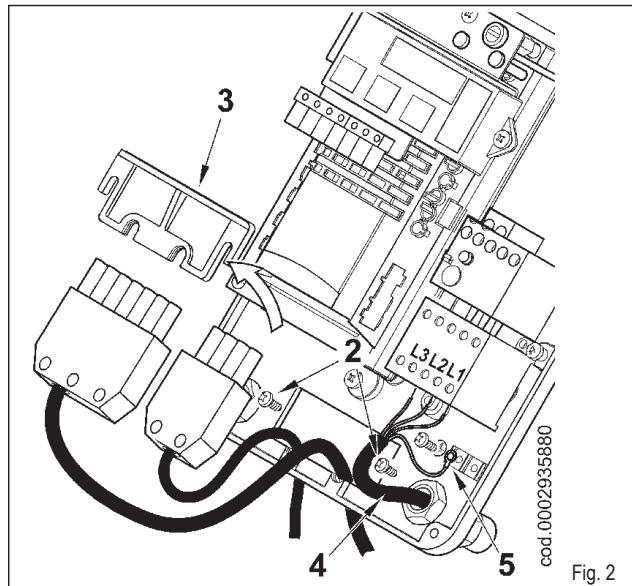

Fig. 2
- Enlever le couvercle en dévissant les 4 vis (1) indiquées sur la figure, sans enlever la porte transparente. Il est alors possible d'accéder au tableau électrique du brûleur.
- Desserrer les vis (2) pour enlever la plaquette presse-étoupe (3), faire passer par l'ouverture les deux fiches à 7 et à 4 pôles (voir figure 2). Raccorder les câbles d'alimentation (4) au télerrupteur, fixer le câble de terre (5) et serrer le presse-étoupe. Dans le cas d'un brûleur monophasé, raccorder au télerrupteur uniquement les câbles L (phase) et N (neutre) qui correspondent aux positions L1 et L3 d'après la figure 2.
- d'avancement du groupe à la plaquette (figure 2).